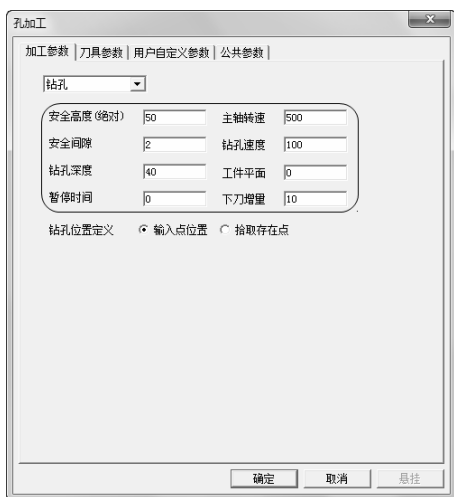

图 2-107 “加工参数”选项卡
1) 单击“加工参数”选项卡,设置“钻孔位置定义”为“输入点位置”,具体“安全高度”、“安全间隙”、“钻孔深度”、“暂停时间”、“主轴转速”、“钻孔速度”、“工件平面”、“下刀增量”参数数值如图 2-107 所示。